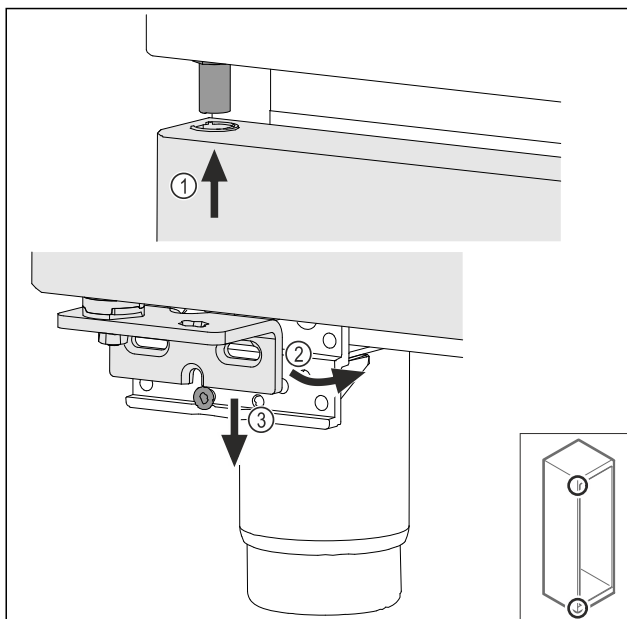

Fig. 49
- ▶ Deur iets gekanteld aan de bovenzijde terugplaatsen Fig. 49 (1), deur recht uitlijnen Fig. 49 (2) en aan de onderzijde op de lagerbokschroef Fig. 49 (3) plaatsen.